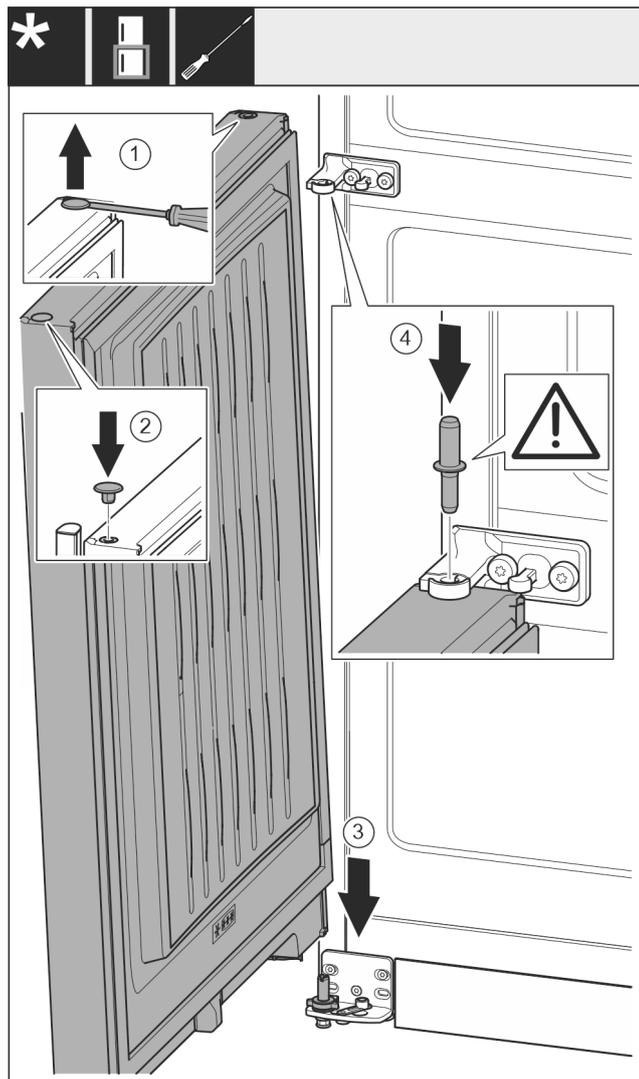

Fig. 17
- ▶ Soulever délicatement le bouchon avec un tournevis plat et le sortir. Fig. 17 (1)
- ▶ Remettre en place le bouchon de l'autre côté de la porte. Fig. 17 (2)
- ▶ Mettre la porte par le haut sur l'axe de palier inférieur. Fig. 17 (3)
- ▶ Mettre en place l'axe de palier du milieu à travers le support de palier du milieu dans la porte inférieure. Veiller à ce que l'ergot d'enclenchement soit orienté en arrière. Fig. 17 (4)